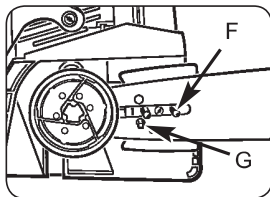

Abb. 3E
4. Legen Sie das geschlitzte Ende der Schiene über die zwei Schienenbolzen (F). Richten Sie die Schiene so aus, dass die Justierangel in das Loch (G) in der Schiene passt (Abb. 3E).